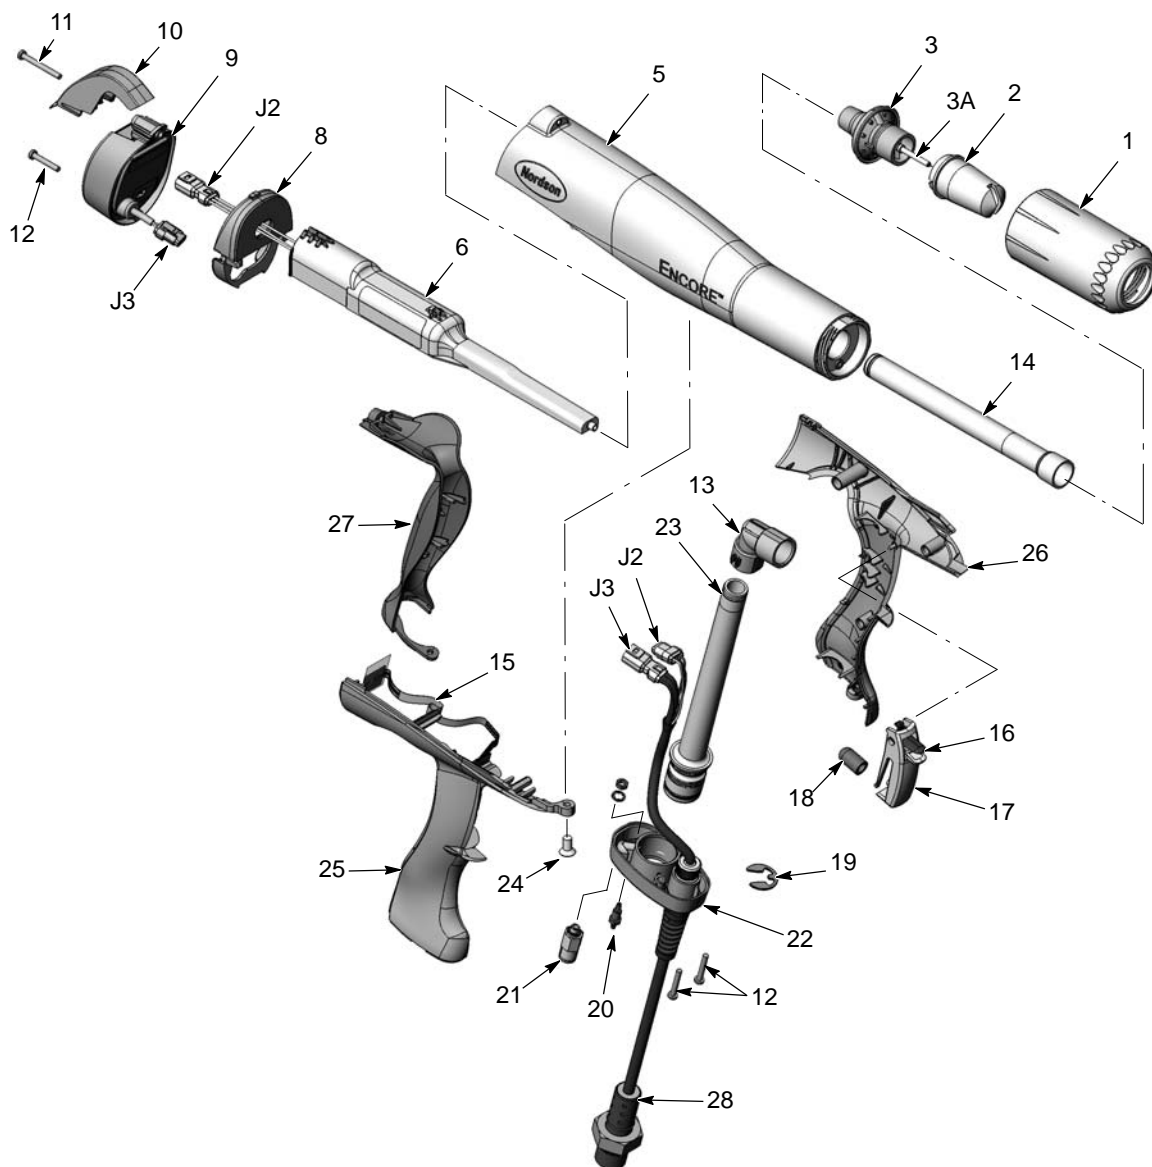

Fig. 5-3 Eksploderet projektion af en sprøjtepistol (numrene er de samme som i reservedelslisten)
2. Montér den dobbelte fitting med modhager (20) i underdelen, og skub kablets jordledningsterminal hen over fittingen. Montér den indvendige tandlåsering og møtrik på fittingen, og tilspænd møtrikken.
3. Hvis kontraventilen (21, Fig. 5-3) er blevet taget af, skrues den på underdelen. Overspænd ikke ventilen.
4. Montér indløbsrøret med O-ringe monteret (23) i pistolgrebs underdel (22).